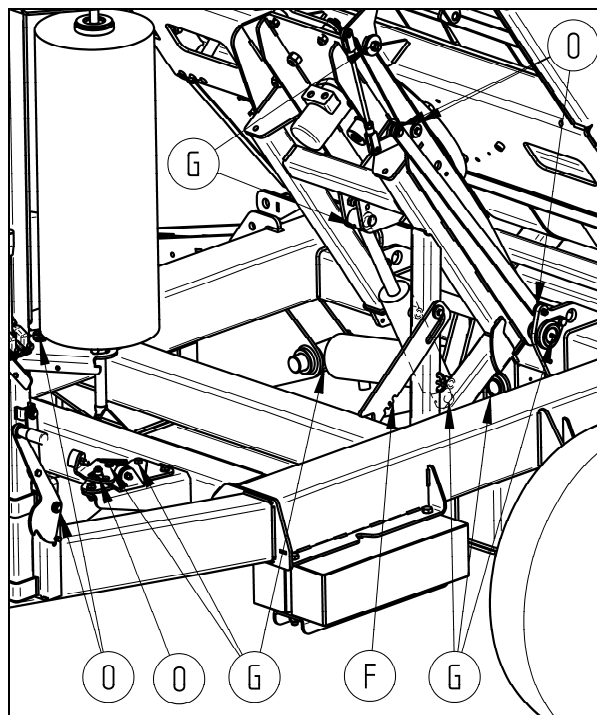

fig. 32 – Points de lubrification
- La lubrification de la chaîne de transmission du tendeur de film (fig.32, C)